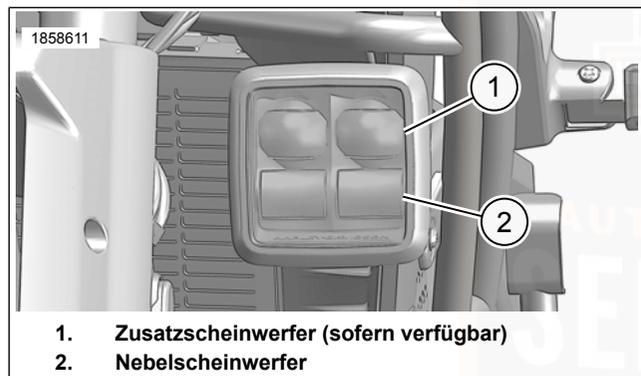

Abbildung 38. Zusatz-/Nebelscheinwerfer
Siehe Abbildung 38. Die Zusatzscheinwerfer (1) und die Nebelscheinwerfer (2) befinden sich im gleichen Gehäuse.